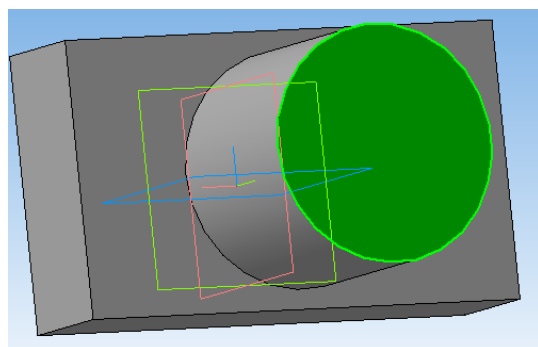

Рисунок 4.19 – Площина для призматичного отвору
20. Для побудови призматичного отвору вказуємо площину на моделі (рис. 4.19).